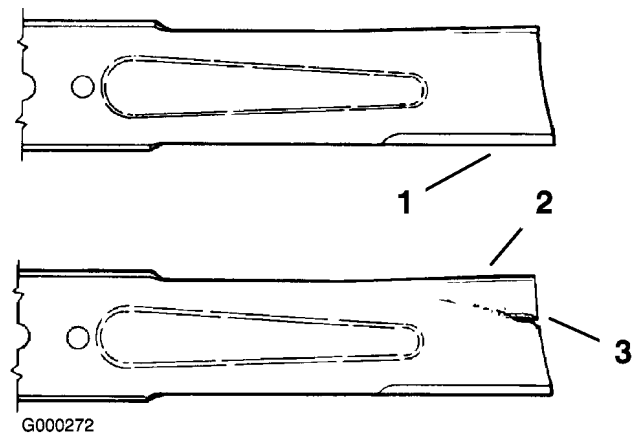

Figure 67
1. Examinez le tranchant des lames (Figure 67).
2. Inspectez les lames, surtout la partie incurvée (Figure 67).
- Remplacez immédiatement toute lame endommagée, usée ou qui présente une entaille (Figure 67).